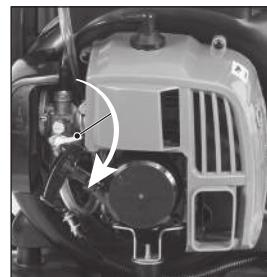

Рис. 17
3. Для модели GS-43: переведите топливный кран в положение «Открыто» (рис. 17). Для модели GS-63-PRO данное действие не требуется.
Для модели GS-43: переведите топливный кран в положение «Закрыто» (рис. 17). Для модели GS-63-PRO данное действие не требуется.